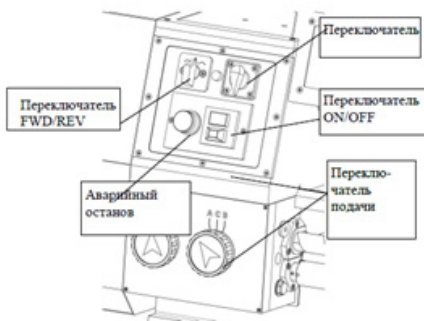

Рис. 3
3. Ознакомиться с органами управления, представленными на Рис.3. Убедиться, что кнопка «STOP» (СТОП) нажата.
Чтобы получить максимальную отдачу от станка необходимо ознакомиться с органами управления и компонентами, показанными на Рис. 3.